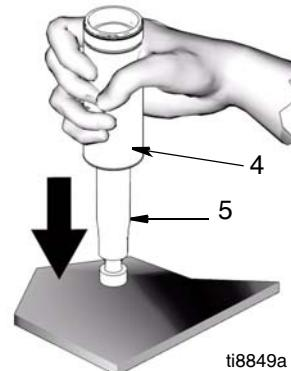

Рис. 5
5. (Рис. 5) Извлеките шток поршня (5) из гильзы (4).